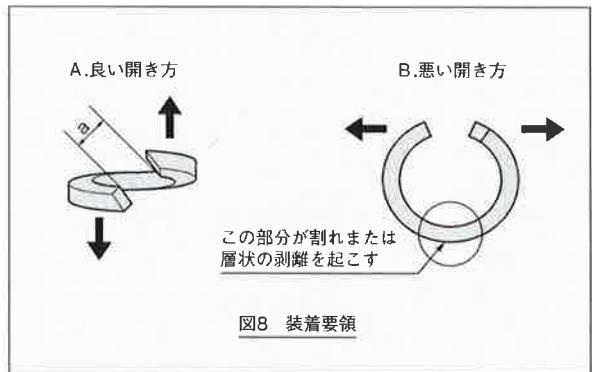

図8 装着要領
- (11) リング成形パッキンを装着する場合に、図8のAのように軸方向にねじるようにして開いてください。Bのように開くと"パッキン"が破損する場合があります。
- (12) 図8のAの開口部(a)は、ステム径より大きく開かないでください。開き過ぎると"パッキン"が破損する場合があります。